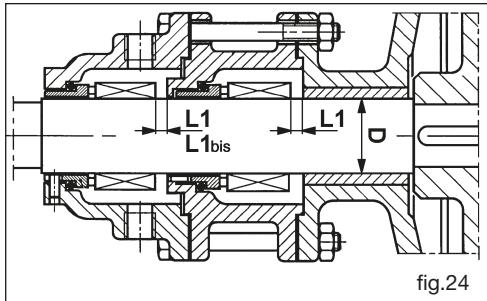

fig.24
- Introduzir o flange-suporte (09).
**IMPORTANTE** A tabela indica o diâmetro D do eixo e a distância L1 entre a vedação (66.1) e o flange-suporte (09) não bloqueada, mas apoiada à parte traseira do rotor (fig. 24).
- Montar o porta-vedaçao no flange-suporte e repetir as operações anteriores com a vedação (66.2) e o porta-vedaçao (81).